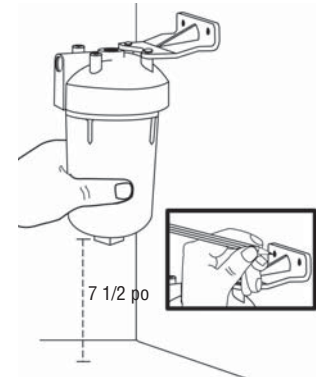

Figure 1
1. Positionner le filtre en le tenant contre le côté de l'armoire sous l'évier. Laisser un espace libre d'au moins 19 cm (7½ po) sous le filtre pour permettre d'installer la cartouche filtrante. Déterminer l'endroit où seront installés le filtre et le raccordement à l'arrivée d'eau. Fixer le support de fixation aux endroits prévus à cette fin sur la tête du filtre à l'aide des vis autotaraudeuses. (Figure 1)